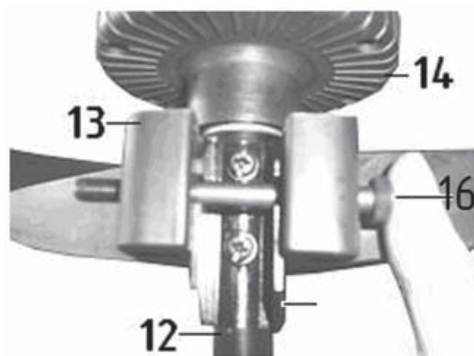

Рис. 4
7.2. Установка защитного кожуха (Рис.4)